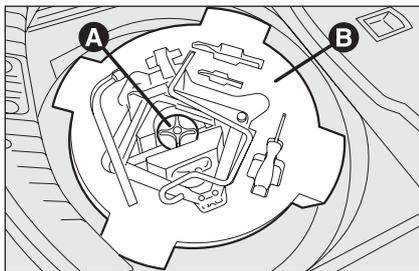

fig. 4
- ❑ per versioni dotate di ruotino di scorta occorre invece svitare il dispositivo di bloccaggio **A-fig. 4**, prelevare il contenitore attrezzi **B**, portarlo vicino alla ruota da sostituire e successivamente prelevare il ruotino di scorta;